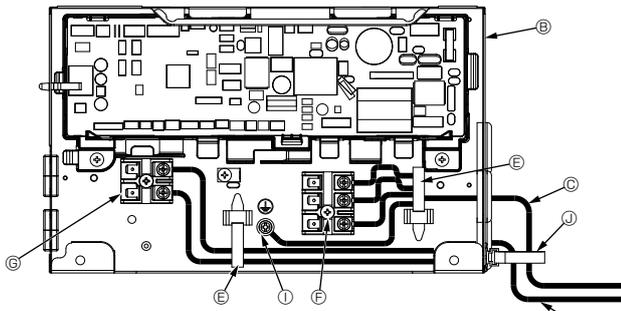

Fig. 7-4
- ⑥ Проводной пульт дистанционного управления
- ⑦ Шнур питания
7.2. Внутренний блок (Fig. 7-3) (Fig. 7-4) (Fig. 7-5)